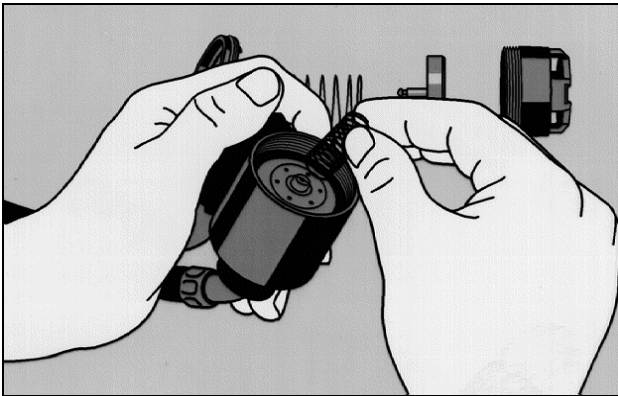

Bild 5
- Überdruckfeder mittig über dem Zentrierrand auf die Membran setzen (Bild 5).